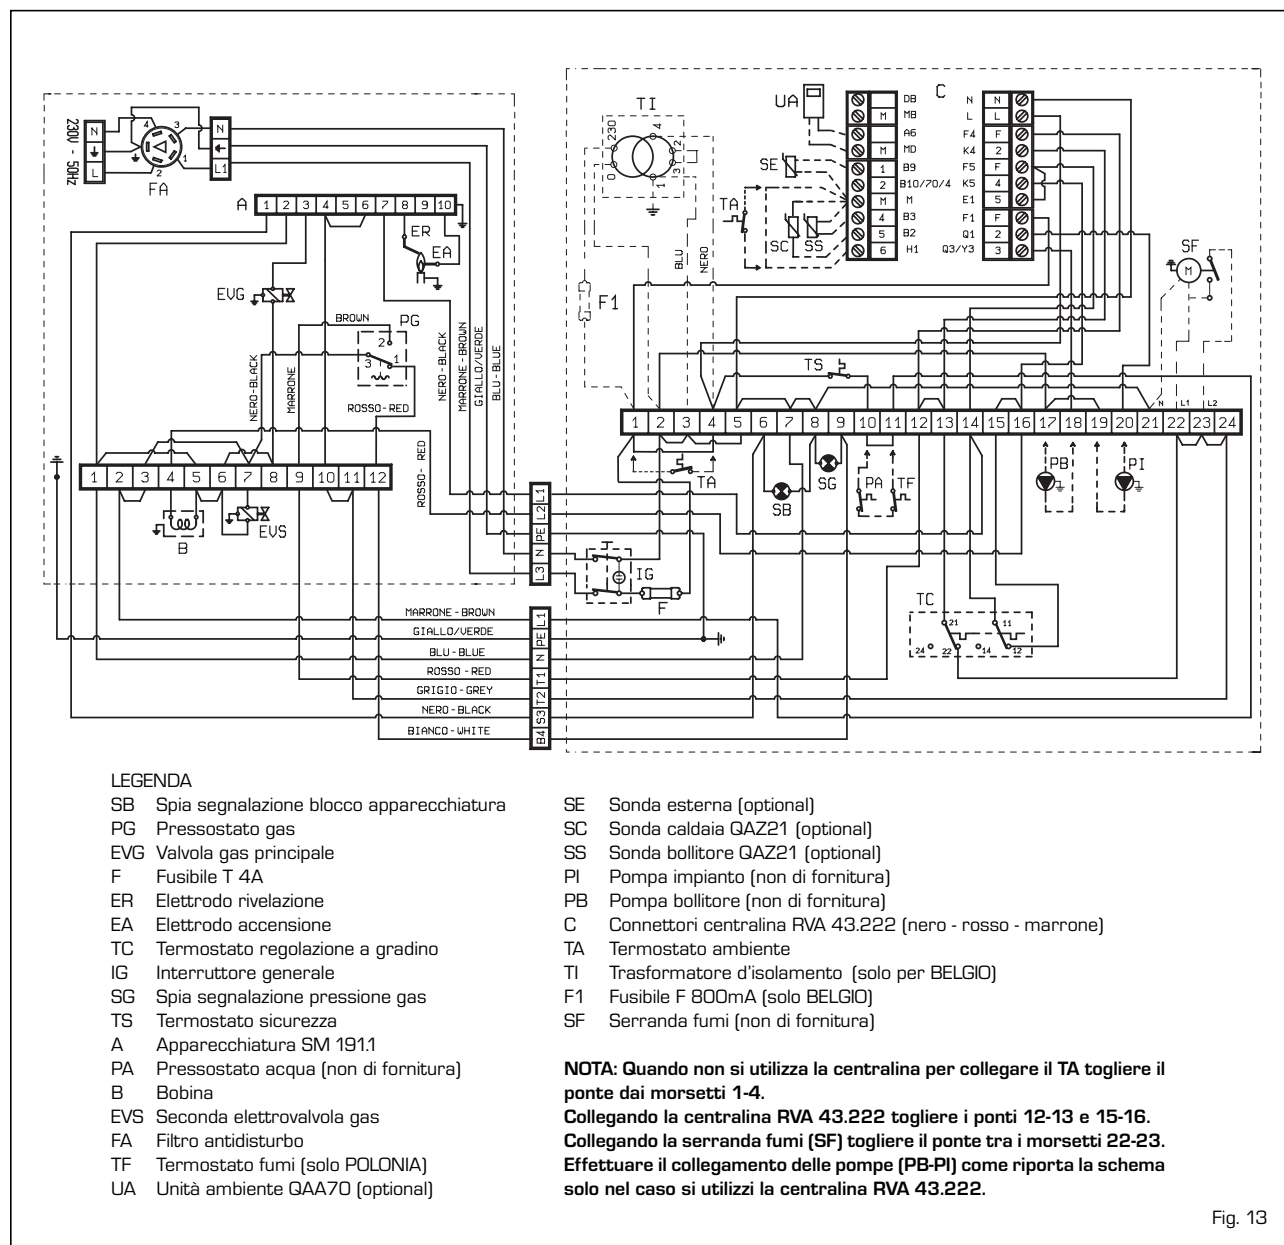

Fig. 13
L'alimentazione elettrica deve essere portata ai morsetti L e N del quadro rispettando scrupolosamente le posizioni di fase e neutro come previsto dallo schema. Caso contrario, il circuito di rilevazione fiamma resta inattivo per cui l'apparecchiatura va in blocco. L'alimentazione deve essere effettuata con tensione monofase 230V-50Hz attraverso un interruttore generale protetto da fusibili con distanza tra i contatti di almeno 3 mm (fig. 13).
sonde e dell'unità ambiente (i connettori si trovano in un sacchetto all'interno del quadro comandi). Il bulbo della sonda dell'eventuale bollitore esterno (SS), optional cod. 6277110, deve essere inserito nella guaina del bollitore e quello della sonda caldaia (SC) nella guaina di caldaia. Per il montaggio della sonda temperatura esterna (SE) seguire le istruzioni riportate nell'imballo della sonda stessa. Per effettuare i collegamenti elettrici fare riferimento allo schema di fig. 13.
I connettori sono polarizzati cosicché non è possibile invertirne l'ordine. Per installare la centralina è necessario collegare tali connettori e rimuovere dalla morsetti i ponti 12 - 13 e 15 - 16 (fig. 13). La centralina consente inoltre l'utilizzo di sonde e unità ambiente i cui connettori, polarizzati e colorati, si trovano in un sacchetto posto all'interno del pannello comandi.